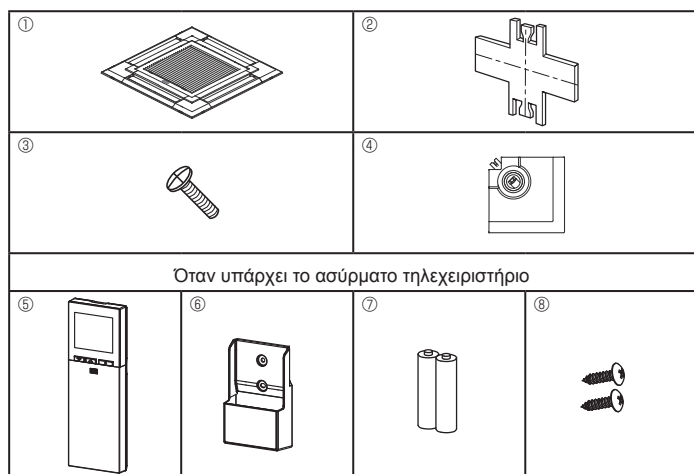

Fig. 9-1
9.1. Έλεγχος περιεχομένων (Fig. 9-1)